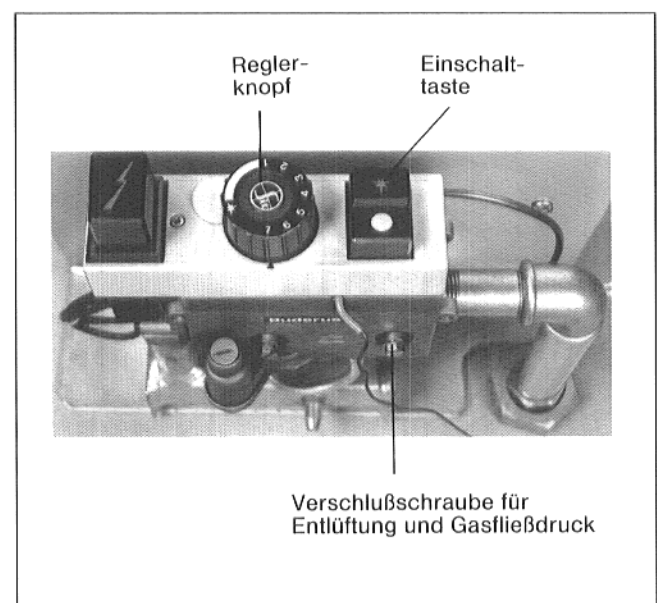

Abb. 2: Armatur SIT-Minisit-Plus
- Verschlußschraube des Prüfnippels (Abb. 2) lösen.
- Reglerknopf auf ☼ stellen (Abb. 2).
- Reglerknopf auf einen mittleren Wert einstellen (Abb. 2).